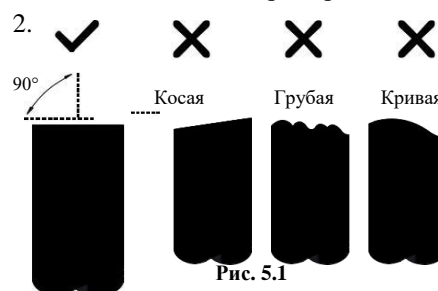

Рис. 5.1
3. Обязательно обрежьте трубу под углом 90°. Обратитесь к Рис. 5.1 для примеров плохой обрезки.